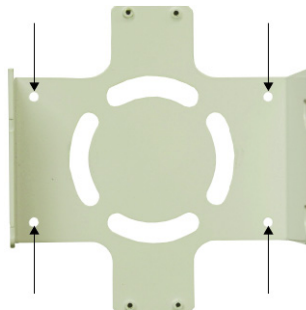

Figura 1: Furos de Montagem do Suporte
1. Fixe o suporte na parede ou no teto usando os quatro parafusos de cabeça sextavada nº10/32 . Veja a Figura 1.